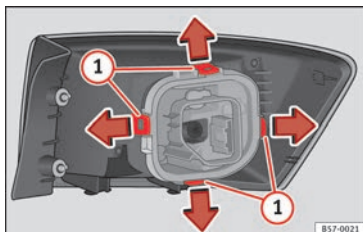

Fig. 109 Languettes de fixation au dos du feu arrière.
7. Démontez la douille en déverrouillant les languettes de fixation » fig. 109 ①.